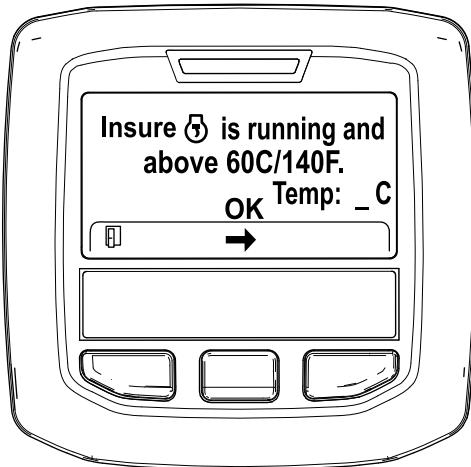

Figura 42
- Se a temperatura do líquido de refrigeração for inferior a 60 °C, surge a mensagem “Insure is running and above 60C/140F” (Confirme que está a trabalhar e acima de 60C/140F) (Figura 42).